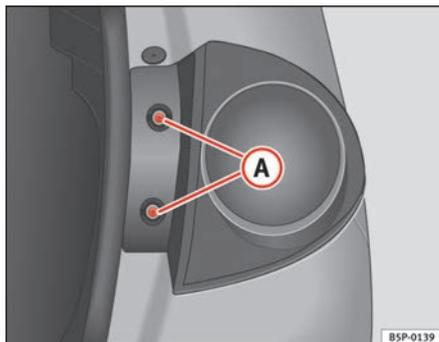

Fig. 190 Luz de mínimos/travagem
- Extrair os parafusos ⇒ fig. 190 (A).